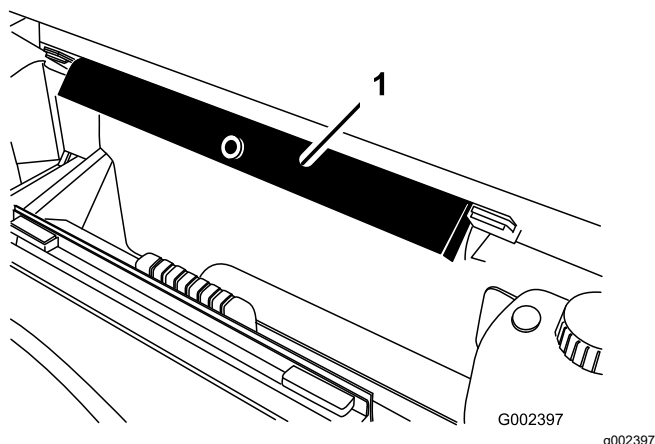

Figure 1
- B. Sortez la béquille de sécurité des supports de rangement au dos du panneau du système ROPS (Figure 1).